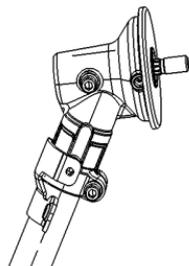
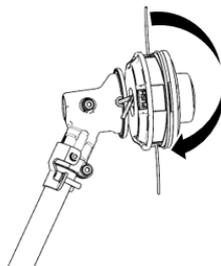

Fig.4
Fig.5
2. Gire el eje de transmisión hasta que pueda ver un orificio dentro del lado de la caja de engranajes (Fig.4), coloque la llave Allen n.1 dentro del orificio interior y gire el cabezal de corte sobre el eje de transmisión en el sentido contrario a las agujas del reloj, hasta que esté lo suficientemente apretado. (Fig. 5)